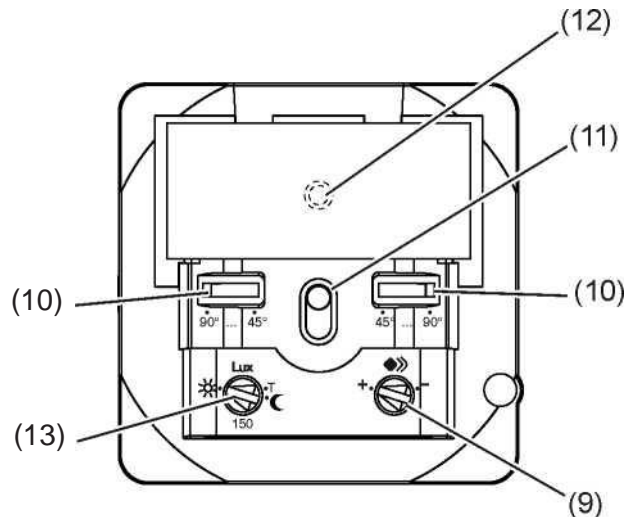
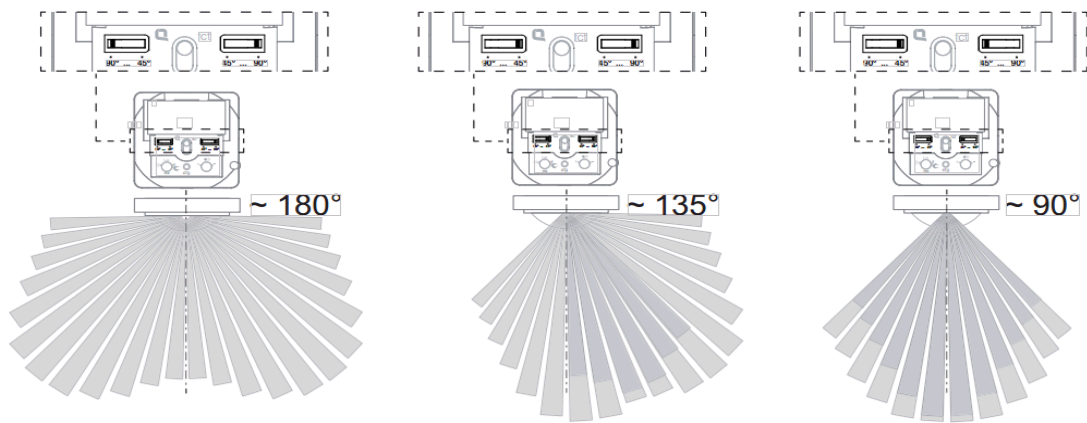

Рис. 5 Обзор органов управления и настройки функциональной насадки датчика движения
Рис. 8: Установка угла охвата датчика движения
Угол охвата для правой и левой стороны может быть изменён между 45°-90° (рис.5 п.10) с помощью ограничителей с каждой из сторон. Тем самым, общий угол охвата может изменяться от 90° до 180° (рис.8)
Для включения испытательного режима, установите потенциометр в положение «Т» (рис. 5 п.13)
- Установите регулятор порога освещённости потенциометра в необходимое положение (рис. 5 п.13)
Изначально прибор настроен на максимальную чувствительность (заводская установка). Если происходят частые ложные срабатывания, чувствительность прибора может быть уменьшена. Установите регулятор чувствительности потенциометра в необходимое положение (рис. 5 п.9).